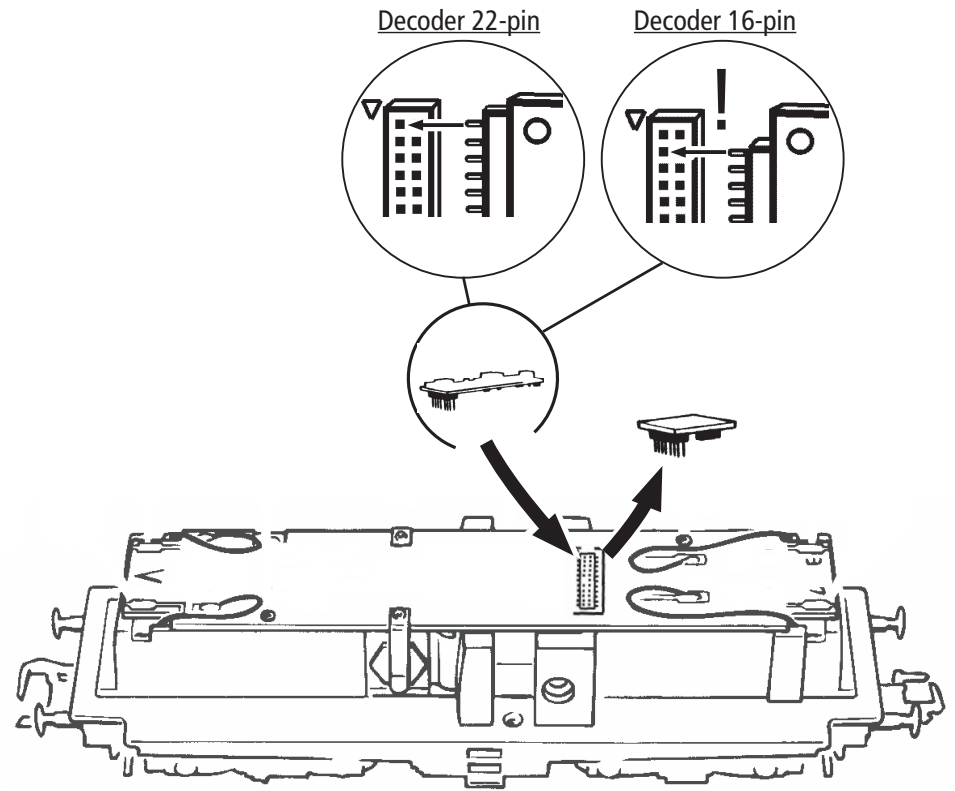

Fig. 8
1. Reinigung der Radstromkontakte: Radstromkontakte können auf unsauberen Schienen leicht verschmutzen. Entfernen Sie **vorsichtig** mit einem kleinen Pinsel **den Schmutz** an den in Fig. 8 gekennzeichneten Stellen.
3. Haftreifenwechsel: Zuerst den Getriebedeckel abnehmen (Fig. 4). Danach den **Radsatz** herausnehmen und die **Haftreifen** mit einer Nadel od. mit einem feinen Schraubendreher abziehen (Fig. 8). Beim Aufziehen der neuen Haftreifen darauf achten, dass diese sich nicht verdrehen.
1. Cleaning of wheel contacts: Wheel contacts easily get dirty on tracks which are not entirely clean. Use a small brush to **remove dirt** from spots marked in fig. 8.
3. Change of traction tyre: Remove the gear cover (fig. 4). Take out **wheel set** and remove **traction tyre** using a pin or a fine screwdriver (fig. 8). When pressing on the new traction tyre please **avoid twisting it**.
1. Nettoyage des lames de courant aux roues: Les lames de contacts risquent de s'encrasser rapidement sur des voies poussiéreuses. Veuillez **enlever la poussière** aux endroits marqués à la fig. 8 à l'aide d'un petit pinceau souple.
Enlevez la fiche de shuntage de l'interface (à conserver!) et enfichez finalement la fiche du module de télécommande aux prises de l'interface. Veuillez à la position correcte de la fiche (voir fig. 8).
3. Échange des bandages d'adhérence: Démontez d'abord **le couvercle du carter des engrenages** des en-grenages (fig. 4). Délogez ensuite les essieux ban-dagées et enlevez, à l'aide d'une aiguille ou d'un tourne-vis fin, les bandages d'adhérence (fig. 8). Lors du montage des nouveaux bandages veuillez veiller à ce que les bandages **ne soient pas tor-dués**.